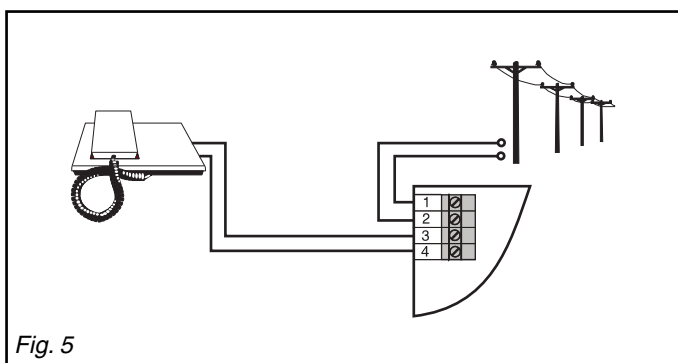

Fig. 5
3.5 Câblage (fig.5)
Les raccordements sont représentés dans la figure 5.